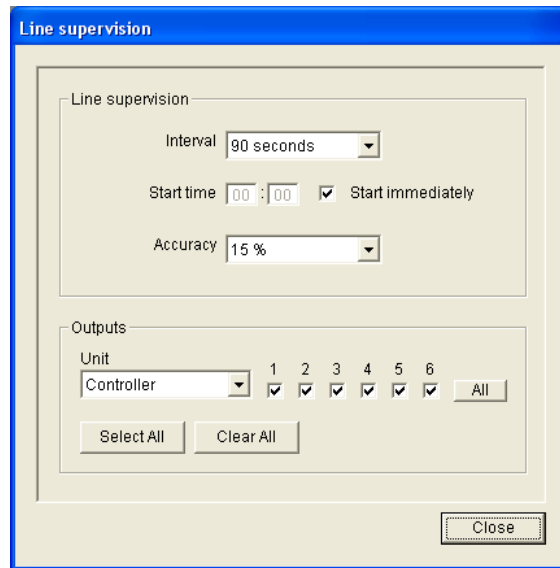

Figura 4.11 Ventana de propiedades de la supervisión de línea
3. Haga clic en el botón Cerrar (Close) para cerrar la ventana de propiedades Supervisión de línea (Line supervision). Vuelve a aparecer la ventana de propiedades Supervisión (Supervision). Consulte un ejemplo en *Figura 4.11*.